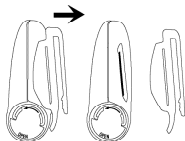

Abb. 1
- Vergewissern Sie sich, dass der Gurtclip entfernt ist. Zum Entfernen des Clips ziehen Sie ihn vorsichtig heraus (s. Abb. 1). Um den Clip wieder anzubringen, die Lasche über den Schlitz am Sensor legen und vorsichtig hineinschieben.